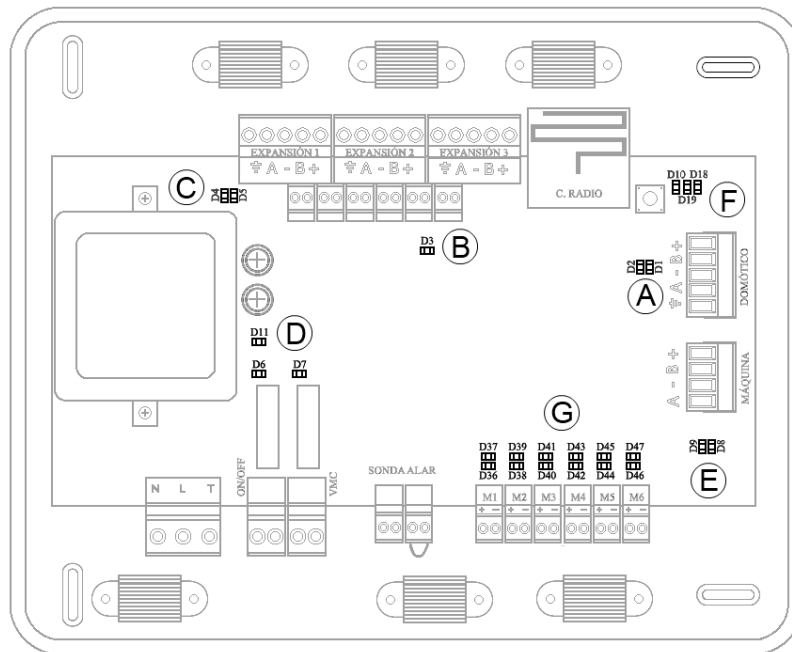

Fig. 72
Existe la posibilidad de hacer el autodiagnóstico del sistema mediante el LED de Autodiagnóstico D2 ^(A) que se ilumina en rojo (Fig. 72).